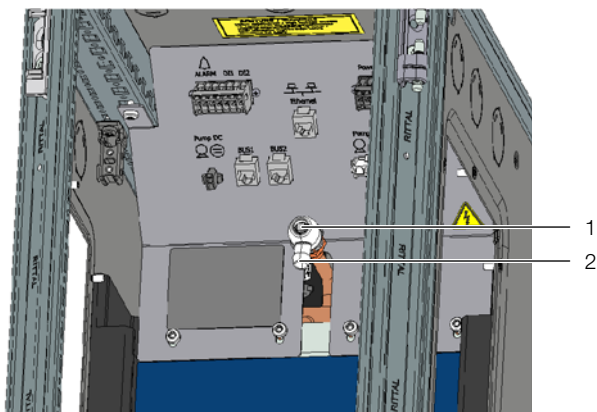

Рис. 74: Удаление воздуха из теплообменника
- Подсоедините к наконечнику клапана для удаления воздуха дренажный шланг из комплектующих (рис. 74).
- Откройте клапан для удаления воздуха (рис. 74, поз. 1) с помощью 4-гранного ключа из комплекта поставки.